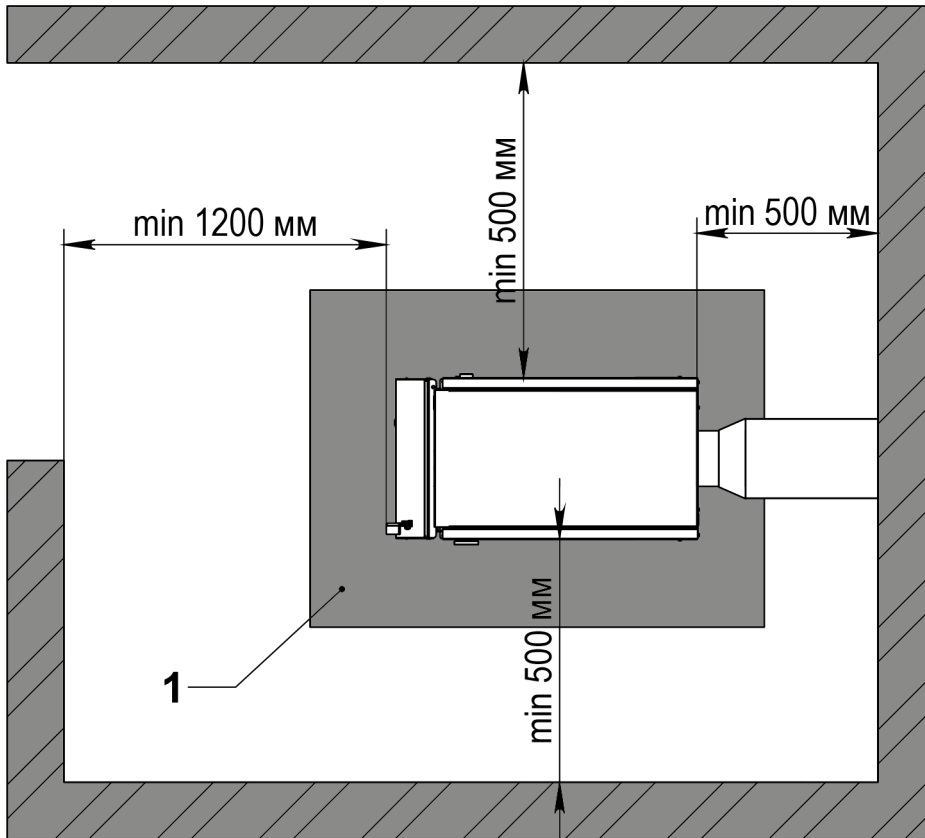

Рис. 4 Установка котла
- Расположение котла в котельной с учетом пространства на обслуживание котла показано на (рис.4);